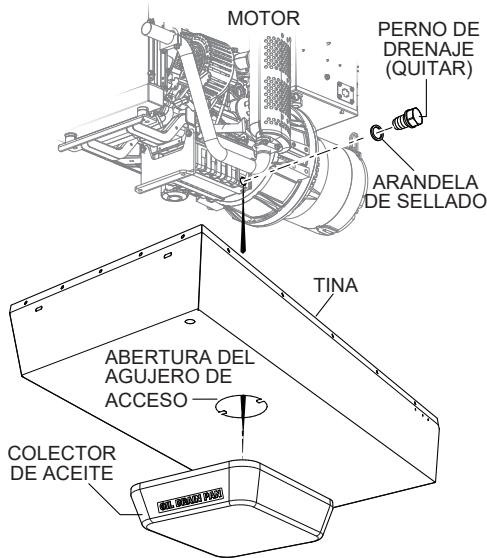

Figura 28. Drenaje del aceite de motor
- Coloque un recipiente (Figura 28) directamente debajo de la abertura del agujero de la cubierta de acceso.
- Después, quite el perno de drenaje y la arandela de sellado (Figura 28) en el motor para que el aceite pueda comenzar a drenarse en el recipiente. Vuelva a colocar el recipiente si es necesario.